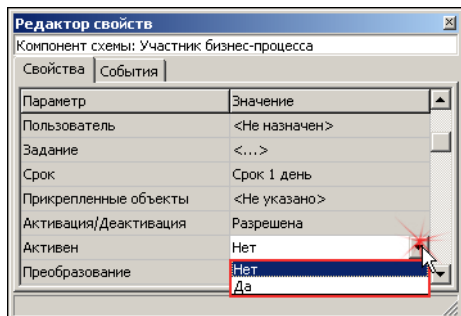

Рис. 4.26.
3. Нажмите кнопку выбора значения параметра (рис. 4.26) и укажите в раскрывшемся списке возможных значений вариант **Нет**. Значок компонента **Участник бизнес-процесса** изменит свой цвет – станет серым.